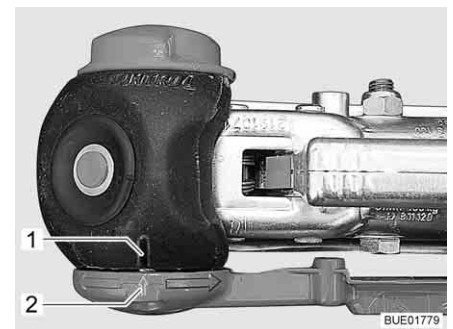

Bild 4 Kontroll "AKS stängd"
- Tryck stabiliseringsstången nedåt tills markeringen på stabiliseringsstången (Bild 4,2) stämmer överens med markeringen på stabiliseringshuset (Bild 4,1).